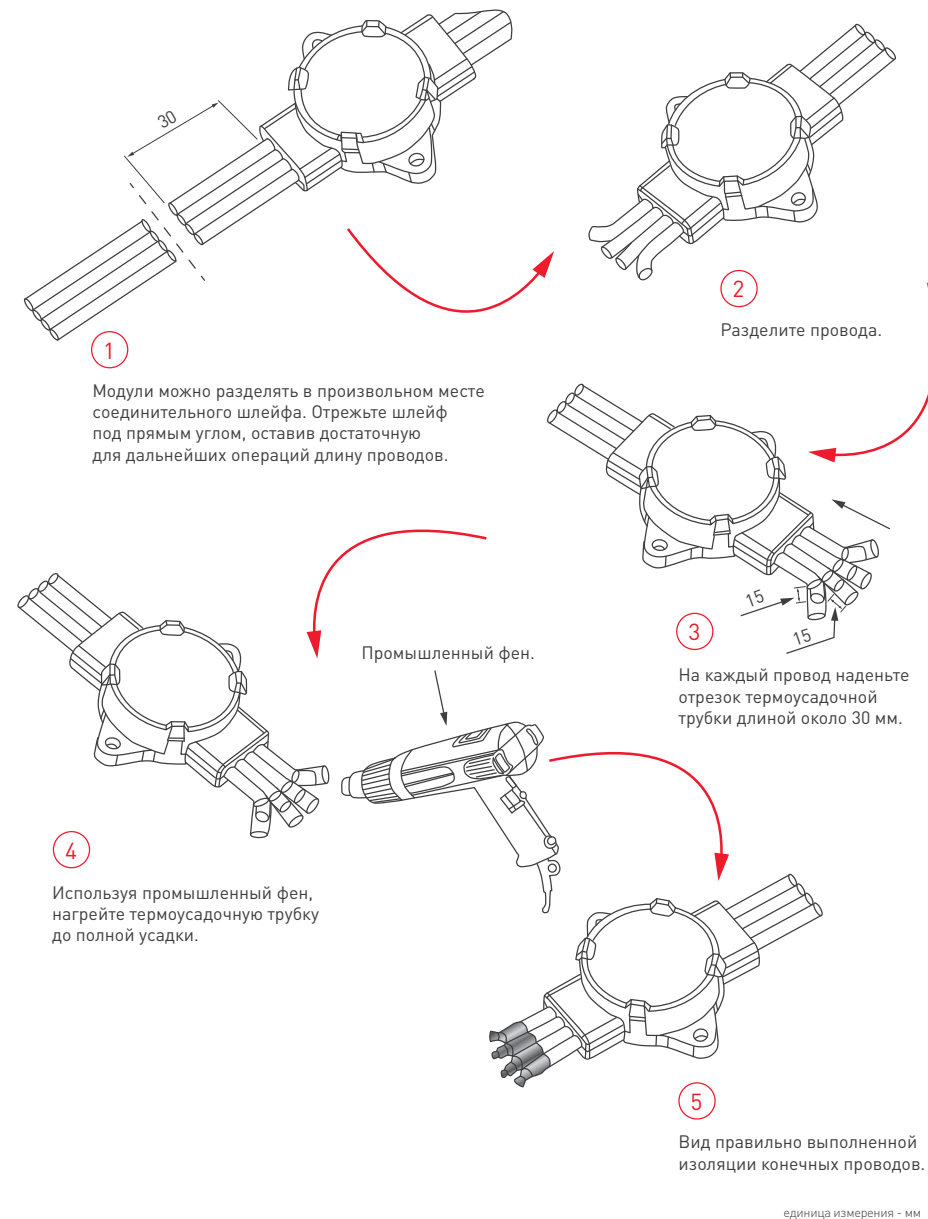

Рисунок 4. Разделение модулей и обеспечение герметизации конечных проводов.
- Допускается уменьшение числа последовательно соединенных модулей. Для этого можно отрезать лишнее число модулей от шлейфа, при этом оставляя достаточную длину соединительных проводов для последующей герметизации (см. рисунок 4).